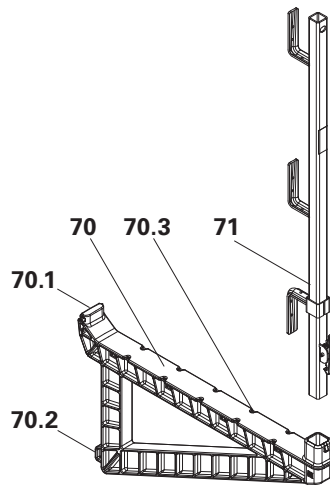

Fig. B4.00
Les consoles DUO 70 permettent de réaliser une console de bétonnage sur le coffrage DUO. (Fig. B4.00 + B4.01)
1. Insérer le montant de garde-corps PP (71) dans la console DUO 70 (70). (Fig. B4.00)